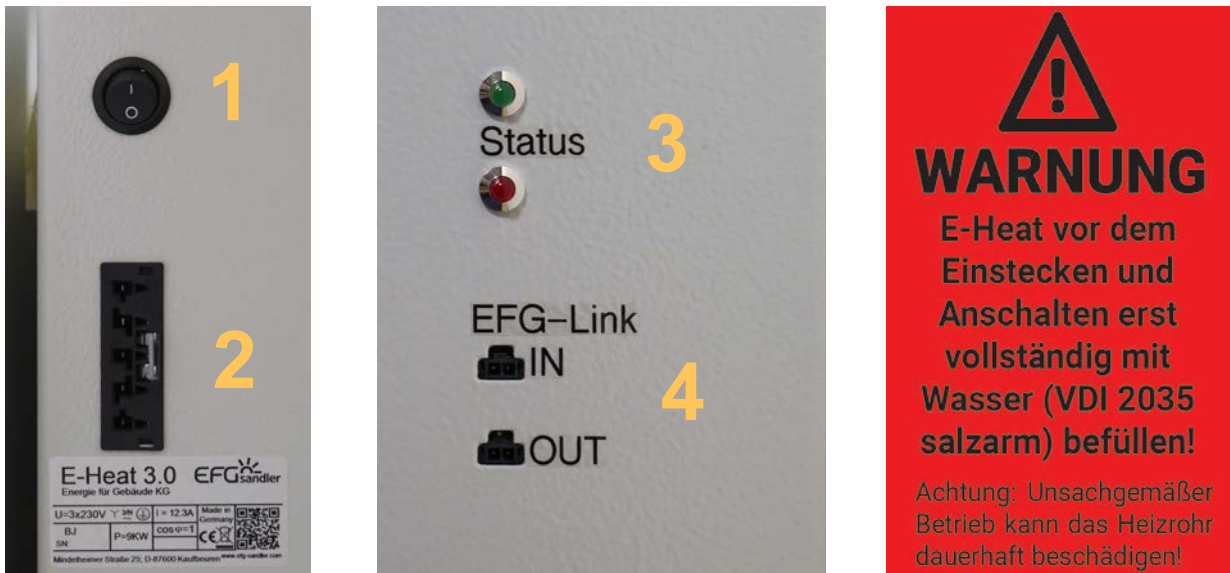

Abb. 8: Ein-/Ausschalter, Buchsen und Status-LEDs am E-Heat / Warnhinweis
- 1 x LittleJoe im Regelungsschrank verbaut (Abb. 8) oder LittleJoe Extended (Abb. 24) als Smart Home-Variante ebenfalls im Regelungsschrank verbaut bzw. als Standalone-Variante inklusive Netzteil (Abb. 26)
Führen Sie den WINSTA Stecker (Abb. 4) bis zum Einrasten der Verriegelung in die Buchse (Abb. 8) ein. Zum Entfernen des Steckers muss die seitliche, graue Verriegelungsklinke (vom Stecker weggezogen) entriegelt und die Steckverbindung auseinandergezogen werden.
Jeder E-Heat hat zwei EFG-Link-Buchsen (Abb. 8), um das Kommunikationssignal weiter zu schleifen. An der letzten Stelle der Verbindung wird an der „Out“-Buchse ein Abschlussstecker (Abb. 12) oder ein EM24-DIN (Abb. 16) benötigt.